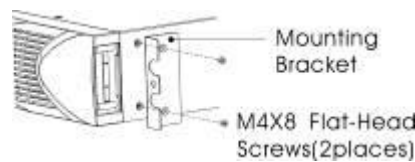

Abbildung 3
- i) Richten Sie die Montagehalterungen an den Schraubenlöchern auf jeder Seite der USV aus und befestigen Sie sie mit den mitgelieferten M4×8-Flachkopfschrauben (siehe Abbildung 3)